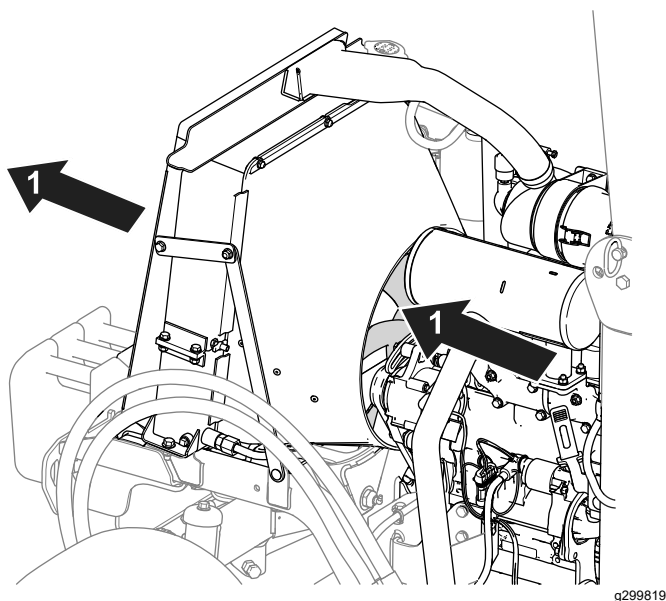

Figura 74
- Utilize ar comprimido para limpar as aletas do radiador. Direcione o ar para fora da máquina (Figura 74).